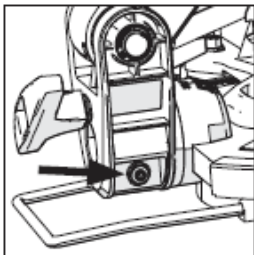

Рис. 11
- Вращением шестигранного ключа заверните или выверните винт до нужного положения (Рис. 11).